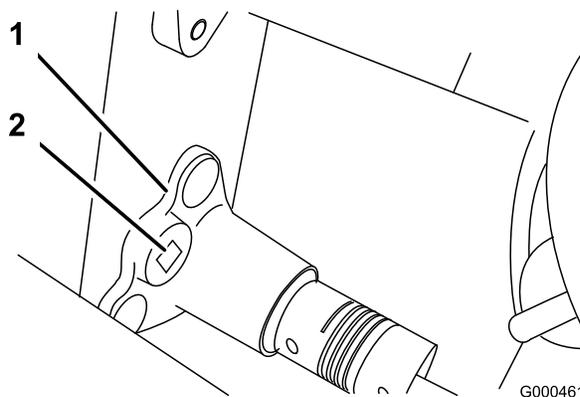

図 43
- B. 3/8インチのトルクレンチでベアリング・ハウジングを $35 \sim 40$ in. lb. ($4 \sim 4.5$ N·m= $0.4 \sim 0.46$ kg·m) のトルクで回転させてベルトを張る (図 43)。